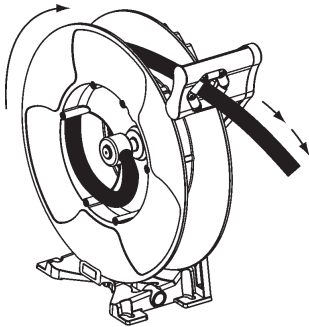

Fig. 11
1. Ziehen Sie den Schlauch 3 Meter heraus und lassen Sie ihn einrasten (Fig. 11).